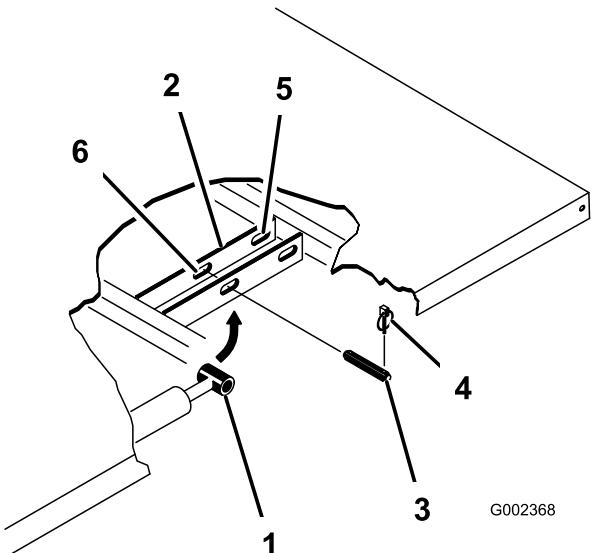

Figura 22
4. Retire los pasadores que fijan las rótulas de las varillas de los cilindros a las chapas de montaje de la plataforma empujando los pasadores hacia dentro (Figura 22).
5. Retire los pasadores de seguridad y los pasadores que fijan las placas de giro a los perfiles del bastidor (Figura 22).